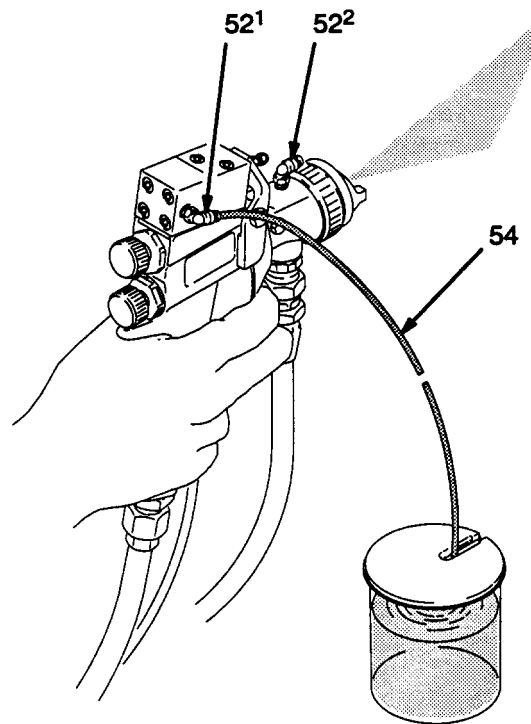

Fig. 19
2. Dekk til begeret med et løst deksel for å skjerme mot eventuell sprut. Se Fig. 19.
4. Kople blandingskontrollrøret (54) (leveres med pistolen) til utløpsventilen for aktivator (52¹) som vist på Fig. 19. Drei koplingen (52²) mot fronten av pistolen.
8. Plasser blandingskontrollrøret (54) ned i begeret som vist på Fig. 19.